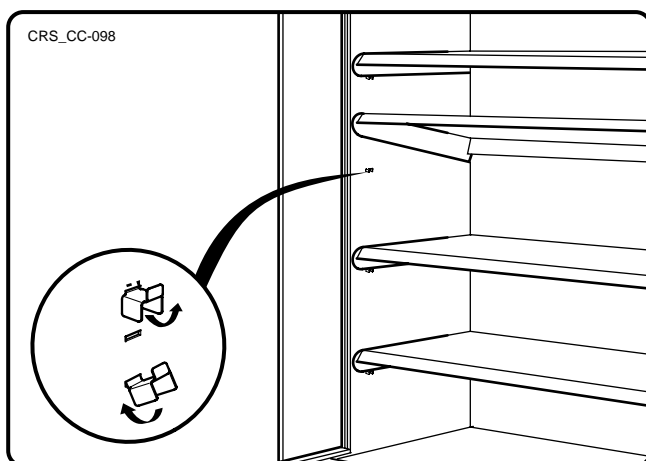

Fig. 13
- Desenganche os suportes e volte a enganchá-los um ou dois furos abaixo, tal como ilustrado na fig. 13.
- Draggers losmaken en een, twee of drie gaten lager weer vastmaken (zie afb. 13).